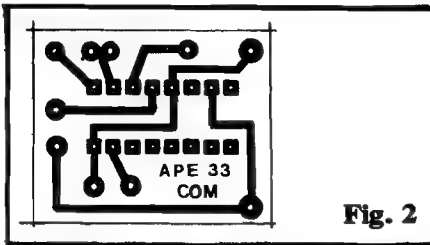
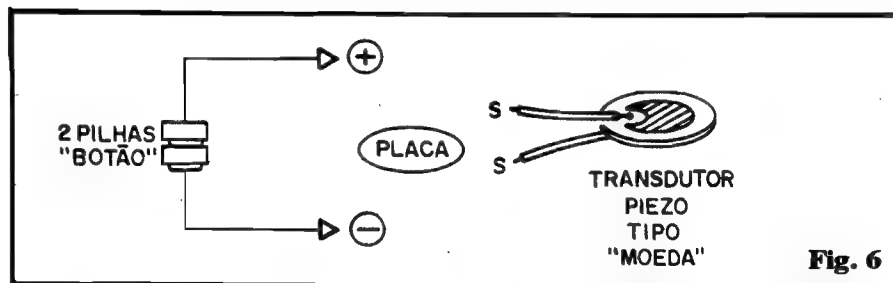

Fig. 2
Fig. 6
- **FIG. 2 - LAY OUT DO CIRCUITO IMPRESSO** - Conforme já foi dito, menor impossível! A plaquinha, vista na figura em escala 1:1 (tamanho natural) foi condensada ao máximo, respeitando as habilidades e possibilidades do Hobbysta médio... Quem quiser, contudo, algo realmente "liliputiano", poderá re-projetar o **lay out**, eventualmente numa plaquinha dupla face, com o que as dimensões gerais poderão cair a cerca da **metade** das mostradas na figura! Essa possibilidade, contudo, fica por conta dos "relojoeiros" de plantão... Recomendamos (a novatos e veteranos) os eternos cuidados e atenções
- **FIG. 6 - ULTRA-MINIATURIZAÇÃO** - Sabemos que muitos de Vocês são "radicais juramentados"! Se projetamos algo **grande**, "querem maior" e se desenvolvemos algo **pequeno**, "querem minúsculo"... Tudo bem... Quem quiser "espremer" ao máximo a montagem (mesmo baseando-a na plaquinha com **lay out** igual ao da fig. 2, havendo ainda a possibilidade de "releiautar" para maiores "espremitamentos"...) poderá simplesmente alimentá-la com duas pilhinhas "botão" (1,35 a 1,55V cada), fazendo a conexão conforme mostra a figura (o lado "chato e liso" dessas pilhinhas corresponde ao terminal **positivo**, sempre...). Como "prender" e conetar as pilhinhas, é um problema para ser resolvido pela habilidade e